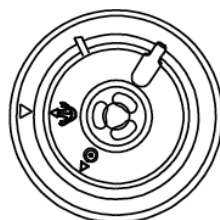

Abb. 2
3. Bereiten Sie den Druckdeckel (3) vor, siehe Abb. 2.
- Die Schutzabdeckung, auf der sich die Dichtung befindet (6), ist durch Ziehen am Metallzahn auf der Unterseite des Deckels zu trennen. Nehmen Sie die Dichtung (6) ab und reinigen Sie diese. Überzeugen Sie sich, dass die Dichtung (6) nicht beschädigt, bzw. nicht angerissen ist. Bei Beschädigung ist diese auszutauschen. Überzeugen Sie sich, dass das Schwimmerventil (5) sauber und frei beweglich ist.
5. Ergreifen Sie den Druckdeckel (3), drehen Sie mit dem Griff im Uhrzeigersinn und heben Sie den Deckel senkrecht nach oben.
6. Nehmen Sie den Innenbehälter (12) heraus. Das Gesamtvolumen von Lebensmitteln und Wasser sollte 2/3 des Volumens vom Innenbehälter nicht überschreiten.
7. Überzeugen Sie sich, dass die Innenoberfläche des Körpers des Geräts (13) trocken ist, und legen sie den Innenbehälter (12) in den Körper des Geräts (13) ein.
8. Setzen Sie den Druckdeckel (3) auf und drehen Sie gegen den Uhrzeigersinn, bis das Einrasten hörbar ist. Zu diesem Zeitpunkt sitzt der Deckel an der richtigen Stelle.
9. Wir weisen darauf hin, dass das Druckventil (4) frei beweglich sein muss, damit der Kochtopf richtig funktioniert.